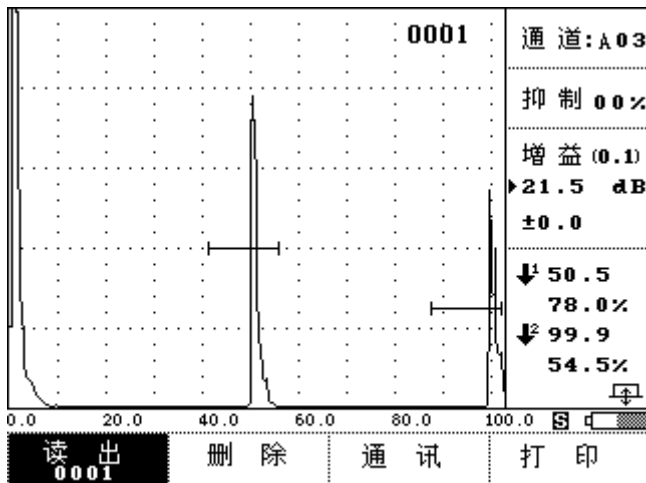

图 3-4-2
- ① 按  键或转动旋钮到  栏单击进入输出功能菜单，按  对应的  键或单击旋钮，此时读出栏已经反显，表明已进入了读出子功能。按   键或转动旋钮输入要读出的存储区号后，按  键或单击旋钮读出。仪器将该读出号的数据和波形显示在屏幕上。并在屏幕右上角显示编号。如图 3-4-2 所示。